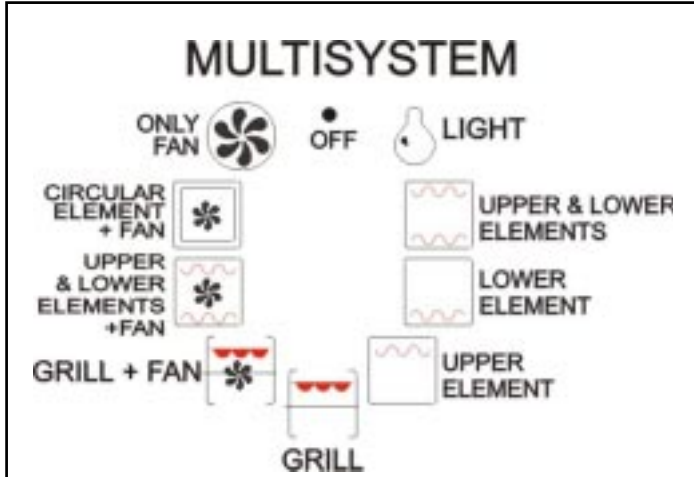

Fig. 6
- Dentro del horno **HX-234** se encuentran 3 resistencias y una parrilla. Cada resistencia tiene una potencia muy elevada. El selector permite establecer distintos tipos de cocción que se conforman a las más variadas exigencias. (fig. 6) La parrilla permite dorar, gratinar y asar a la parrilla los alimentos.